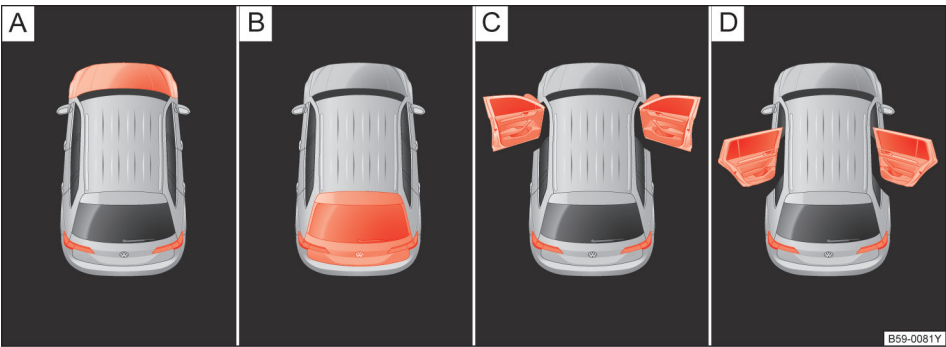
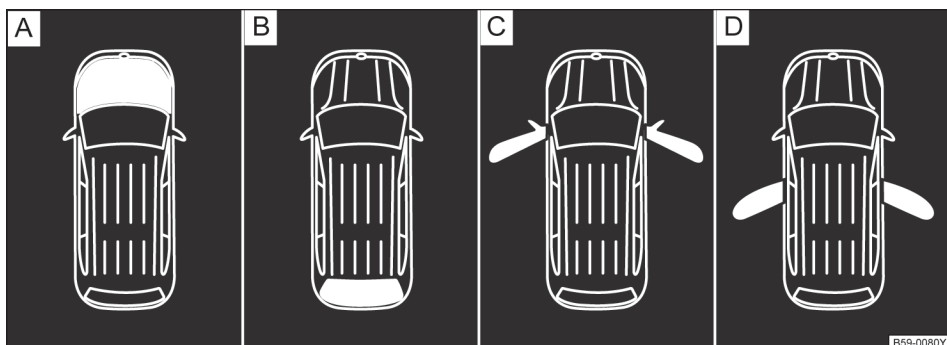

图 17 部分车型显示屏显示：（A）发动机舱盖处于打开状态，（B）行李厢盖处于打开状态，（C）前车门处于打开状态，（D）后车门处于打开状态
图 18 显示屏显示：（A）发动机舱盖处于打开状态，（B）行李厢盖处于打开状态，（C）前车门处于打开状态，（D）后车门处于打开状态
- 车门、发动机舱盖和行李厢盖未关闭→图 17 或→图 18
| →图 17 或 →图 18 说明 |                                                                                                     | 详细说明    |